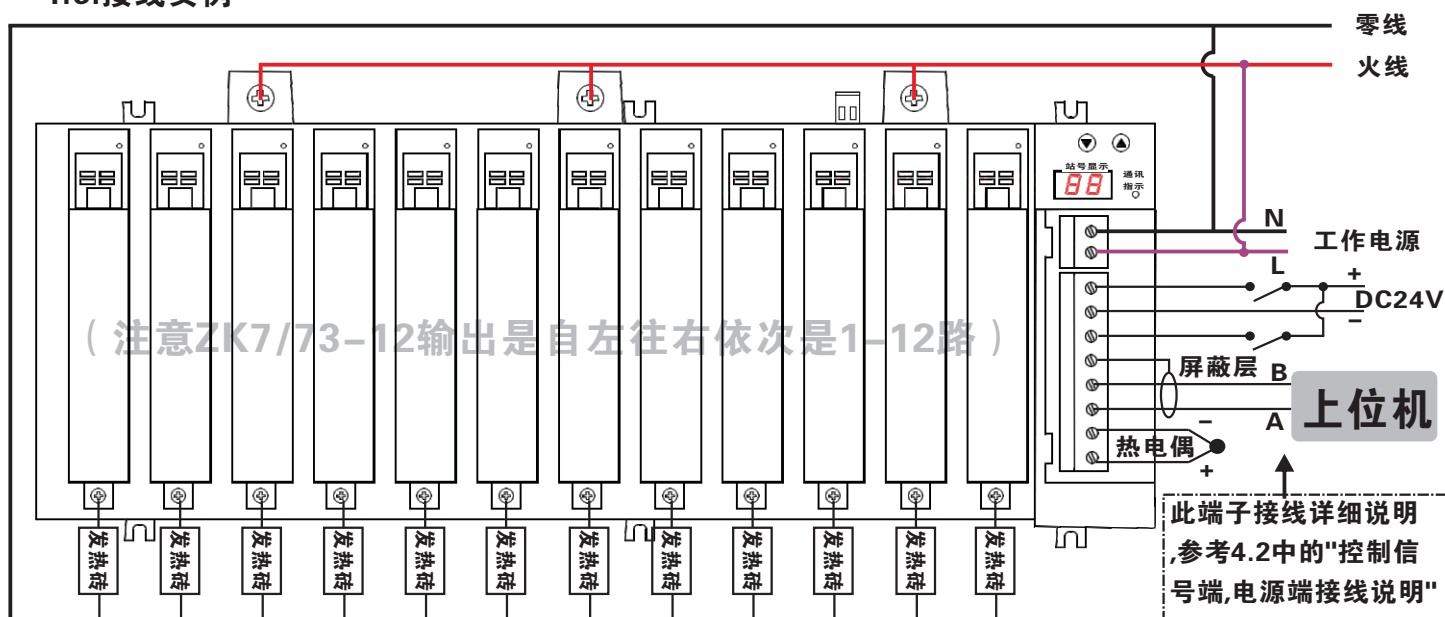

图5:单相220VAC接线图例(未接温控输出功能)
4.6.2:如图5所示,作单相控制使用时,将附图中的"L1进线"、"L2进线"、"L3进线"三相线并接后直接接L(火)线即可,其它线同三相使用接法相同;